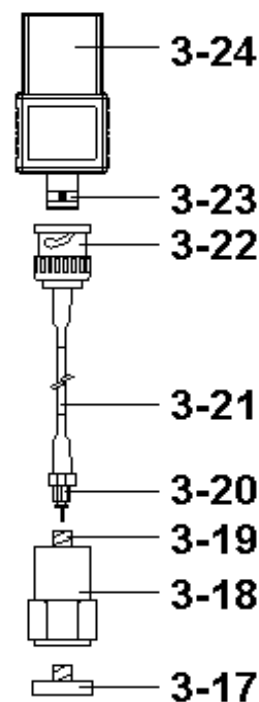

Fig. 2
1. Sensor de vibración, 3-18, Fig 2
2. Sensor Cable, 3-21, Fig. 2 3 Módulo VB-83, 3-24, Fig. 2
- * Conecte el "conector del cable BNC" (3-22, Fig. 2) al "conector BNC del módulo VB-83" (3-23, Fig. 2).
- * Conecte el "Mini clavija del cable" (3-20, Fig. 2) a la "toma de entrada del sensor de vibración" (3-19, Fig. 2).
(3-24, Fig. 2) al "enchufe de entrada CH1 VB-83"
Cuando cargue el VB-83, no es necesario efectuar la calibración otra vez debido a la información guardada ya en el "módulo VB-83" (3-24, Fig. 2)
- * Si la superficie del material del artículo a medir es un material férreo, conecte "el sensor de vibración" (3-18, Fig. 2) con la "base magnética" (3-17, Fig.2). Ponga toda unidad (Sensor de vibración y base magnética) en la superficie del artículo a medir.